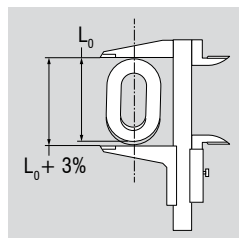

Fig. 13.2: Desgaste o alargamiento inadmisibles de un elemento de cadena
- Se considera que un elemento de cadena presenta un desgaste o alargamiento inadmisibles si la medida nominal de la longitud interior se supera en un 5 %. Esto se corresponde con un alargamiento exterior del 3 % (fig. 13.2)